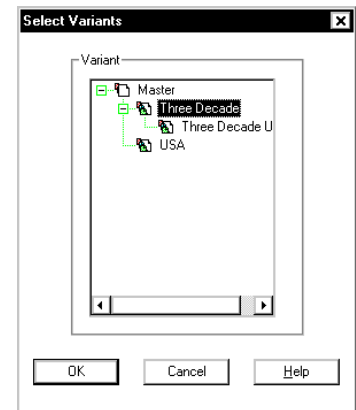

Рис. 23. Выбор варианта проекта для генерации отчета.
14. В открывшемся окне Select Variants (рис. 23) с помощью мыши выберем вариант Three Decade и нажмем кнопку OK.